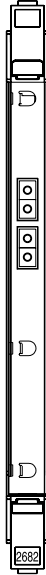

Figure 15. Carte optique 2682
- ___ 6. Reportez-vous à la figure 15 à la page 14 et localisez le connecteur 2682 à l'arrière de l'unité X.
- __ 16. Raccordez l'autre extrémité du câble portant l'étiquette 1 dans la connexion optique inférieure du connecteur 2682 sur l'unité X (figure 15 à la page 14).